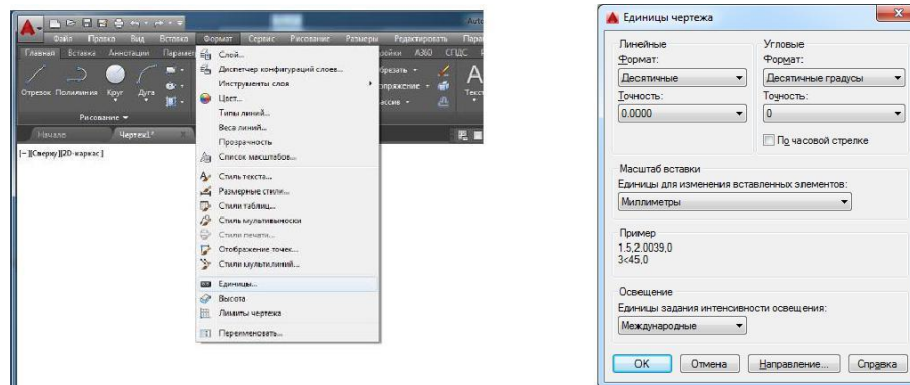

Рис. 1
2. Вызовите из меню пункт *Формат*  *Единицы...*. Откроется диалоговое окно "Единицы чертежа" (рис. 1). Выберите единицы измерения – "Десятичные", "Точность" – 2 знака после запятой (обычно этого достаточно).